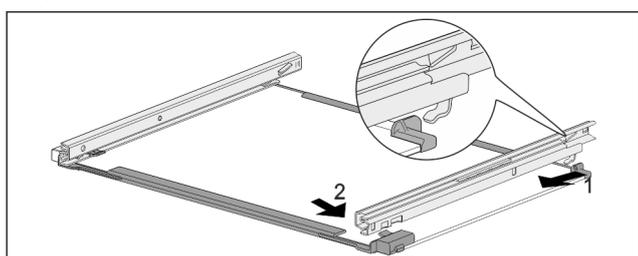

Fig. 108 Placa de vidrio con guías
- ▶ Enganche la guía por detrás. Fig. 108 (1)
- ▶ Encastre la guía por delante. Fig. 108 (2)